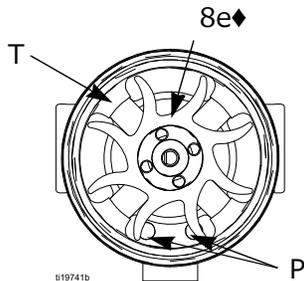

図 28. ファンの向き
7. ファンの端が上向き状態で、コイルアセンブリ (8a) を作業台で保持します。マイナスドライバを使用して、ファン (8e) をシャフト (S) から引き離します。
10. 新しい下のベアリング (8b1.) をシャフト (S) の長い側に取り付けます。ベアリングのより平たい側は、マグネット (M) の反対側に向ける必要があります。ベアリングブレードがコイル (8a) の表面に対して平坦になるように、コイルに取り付けます。
12. ファンの端が上向き状態で、コイルアセンブリ (8a) を作業台で保持します。ファン (8e.) をシャフト (S) の長い側に押しつけます。ファンの羽根の向きは、図 28 に示すとおりになっている必要があります。
13. コイルのピンをハウジングのスロットに揃えた状態で、コイルアセンブリ (8a) を注意しながらハウジング (8d.) の前面に押しつけます。3 線のコネクタ (PC) は、ハウジングのタブの広い側のノッチに合わせる必要があります。
14. ファン (8e) を回して、その羽根がハウジングの後部にある 4 つのベアリングタブ (T) に当たらないようにします。下のベアリング (8b1) のブレードがタブの位置に合っていることを確認してください。